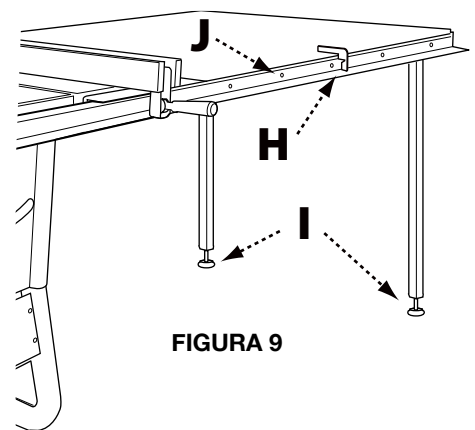

FIGURA 9
2. El separador viene instalado en la posición inferior para corte sin traspaso. Para sujetar los ensambles de trinquetes anti contragolpe y guarda para hoja, el separador debe estar en la posición elevada como se muestra en la Figura 9. Para elevar y bajar el separador, consulte la sección de ajustes de altura del separador en la página 81.